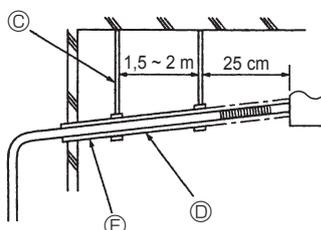

Fig. 8-2
- (4) Βεβαιωθείτε ότι η κατωφερής κλίση του σωλήνα αποστράγγισης είναι μεγαλύτερη από 1/100. (Fig. 8-2)